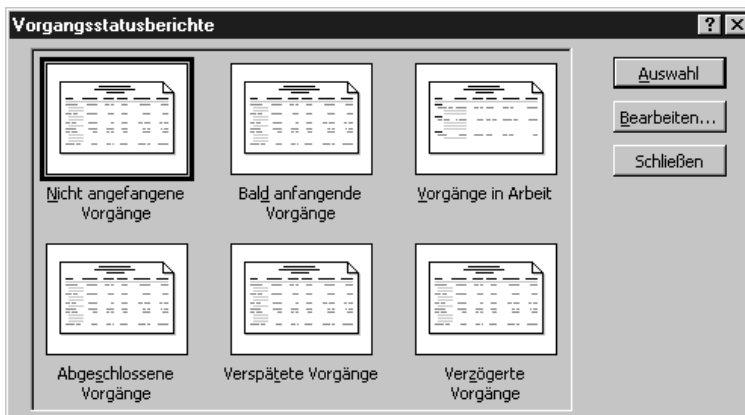

Abbildung 21.4:
2. Klicken Sie doppelt auf die Kategorie VORGANGSSTATUSBERICHTE, um die verschiedenen Berichte in dieser Kategorie anzuzeigen (siehe Abbildung 21.4).